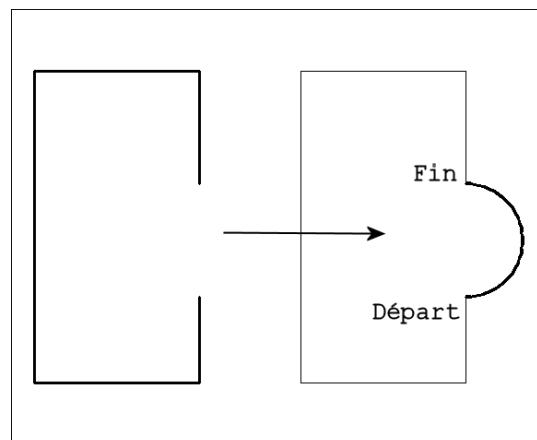

Fig.4.22
- [2] Sélectionner l'option de dessin souhaitée. Dans le cas de la figure 4.22, pour refermer l'ouverture dont la dimension n'est pas spécifiée, il convient d'utiliser l'une des deux options suivantes: